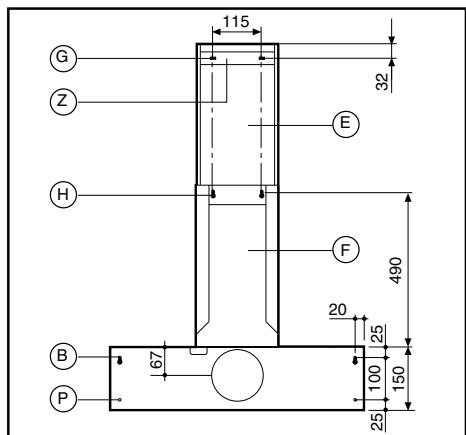

Fig.2
Percer 4 trous (B-P) en respectant les cotes indiquées à la fig. 2. Pour les différents montages utiliser les vis et les chevilles à expansion appropriées au type de mur (ex. béton, placo-plâtre, etc.). Accrocher la hotte au mur en utilisant les deux orifices (B) fig. 2. Fixer définitivement la hotte au mur en utilisant les deux orifices inférieurs de sécurité (P).
Percer 4 trous (G-H) en respectant les cotes indiquées à la fig. 2. Pour les différents montages utiliser les vis et les chevilles appropriées au type de mur (ex. béton, placo-plâtre, etc.). Bloquer l'étrier (Z) au mur fig.2.
Placer les deux raccords verticalement sur la hotte. Accrocher le raccord (F) en utilisant les deux orifices (H) fig.2. Extraire le raccord (E) du raccord (F) et le bloquer latéralement à l'étrier (Z) à l'aide des vis à cet effet.